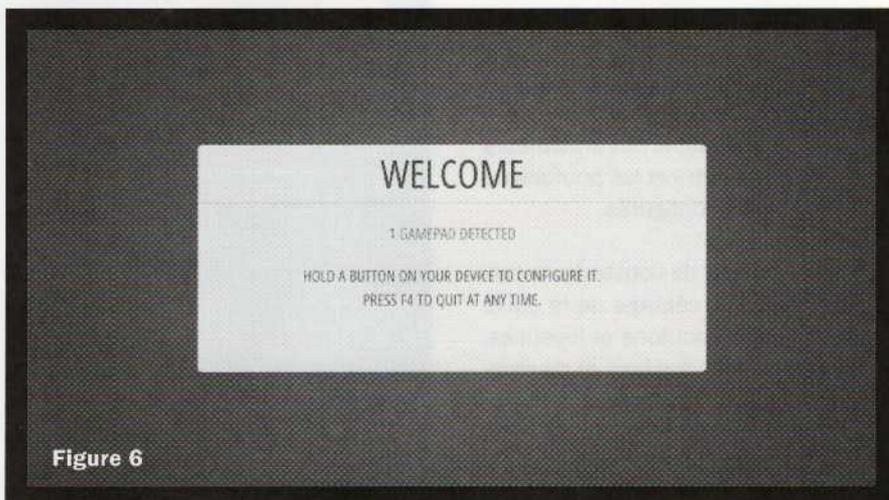

Figure 6
- une fois l'image créée, insérez la carte SD dans le RaspberryPi puis connectez le clavier et le câble réseau (LAN). Après le démarrage, l'écran de la figure 6 apparaît, pour le moment il n'est pas possible de gérer une manette de jeu mais seulement le clavier ;
Au premier démarrage, vous devez voir l'écran de la figure 6 et, à partir du menu, vous allez **configurer les commandes** de « Emulationstation » (c'est-à-dire le « front-end » du système d'exploitation) et pour « RetroArch Emulator », le système de gestion de la configuration de tous les émulateurs (excepté MAME).